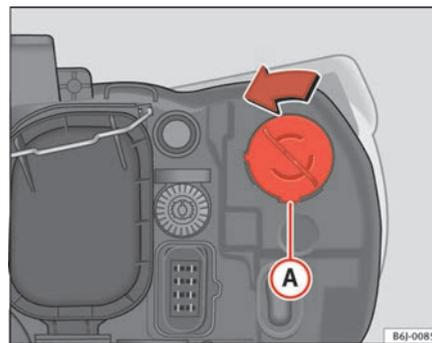

Fig. 144 Indicatore di direzione
- Ruotare il portalampade ⇒ fig. 144 Ⓐ verso sinistra e tirare.